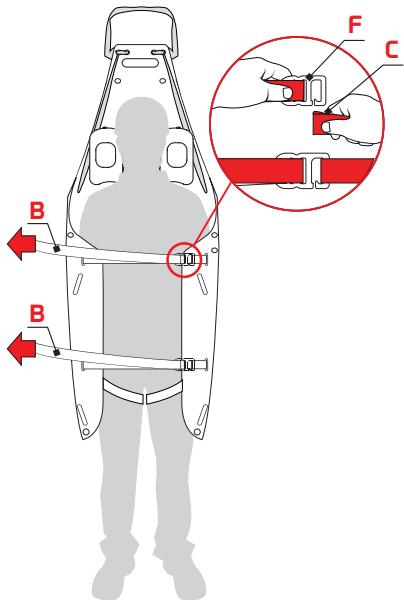

Fig.16
- introduzca las hebillas con gancho (F) en las correspondientes cintas con ojal (C) y tense las cintas (B) para elevar las partes laterales de la superficie de apoyo (A) en la medida necesaria para contener al paciente (fig. 16).